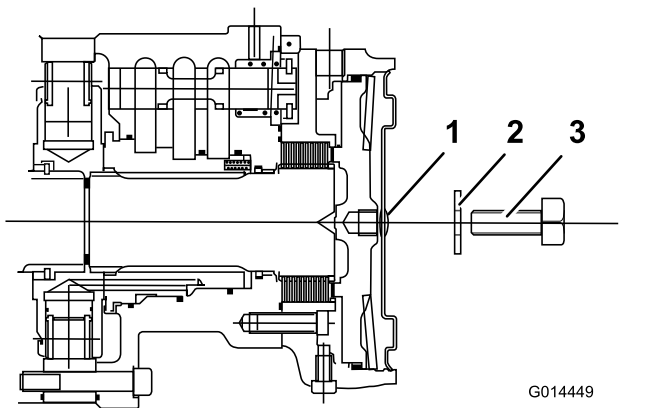

Figura 36
- Introduzca un tornillo de ajuste M12 x 40 mm de largo y una arandela en el taladro central de la placa de extremo del motor (Figura 36).
- Apriete el tornillo de ajuste en el taladro roscado del pistón del freno hasta que el freno quede liberado (Figura 36).
y repita el procedimiento anterior (Figura 36).